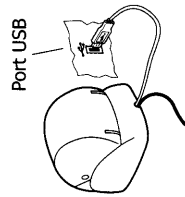

Figure 5
- 3 Lorsque votre ordinateur est allumé, connectez le câble USB au port USB de votre PC (Figure 5).